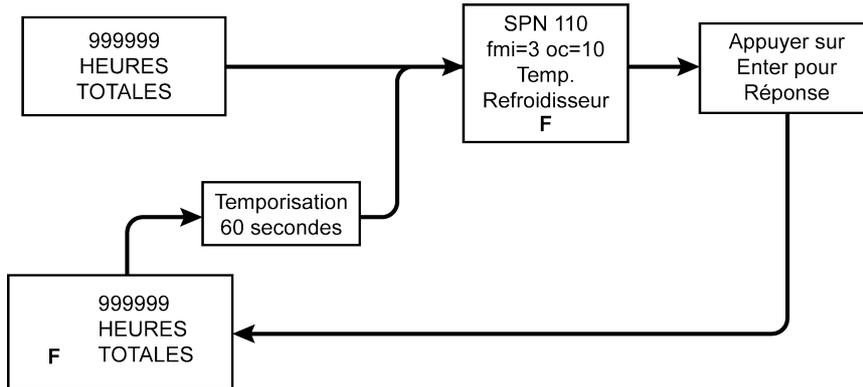

Figure 1
En cas de DÉFAILLANCE, l'affichage montrera le Numéro de paramètre suspect (NPS), l'identifiant du mode de défaillance (IMD), l'occurrence (OC) et la description de la panne du moteur ou le Code CPR et la description de la défaillance du compresseur. Une défaillance du moteur s'affichera seulement lorsque le moteur est arrêté. La défaillance doit être reconnue par l'utilisateur en pressant la touche ENTER. La défaillance ne disparaît pas d'elle-même à l'affichage. Après 60 secondes, si la défaillance est encore active, l'affichage apparaîtra à nouveau sur l'écran et y restera jusqu'à ce qu'elle soit confirmée par l'utilisateur. Cela se reproduira tant que la défaillance est active. **Voir la Figure 1.**